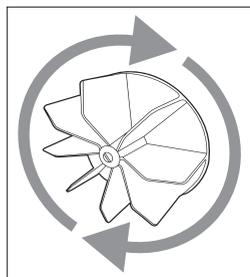

Fig. 07
- Em situações onde a bomba passe por um longo período desligada, pode ocorrer o travamento do rotor por oxidação. Neste caso, o motor fará barulho, porém não dará partida. Desta forma, será necessário retirar a tampa traseira que protege a ventoinha (hélice) e girar a ventoinha manualmente [Fig. 07]. Este movimento irá destravar o rotor, e assim a bomba voltará a funcionar normalmente. Se estiver muito travada, evite forçar a ventoinha (hélice), remova a ventoinha e gire o eixo onde a ventoinha é fixada com o auxílio de um alicate de pressão. Após destravar, insira a ventoinha e a tampa traseira.